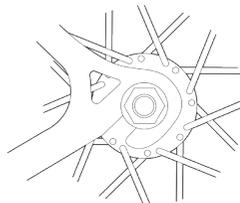

fig. 13
**6.** Avec un système à action de came (déblocage rapide), levez le levier de came et placez-le en position FERMÉE (fig. 11a). Le levier doit maintenant être parallèle avec le hauban ou la base arrière et incurvé vers la roue (fig. 13). Pour appliquer une force de serrage suffisante, enroulez vos doigts autour du bras de fourche pour faire levier et le levier doit laisser une impression nette dans la paume de votre main.